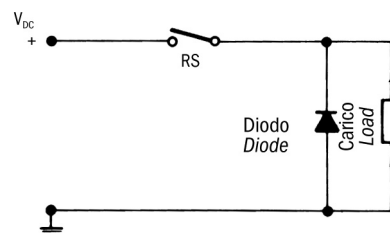
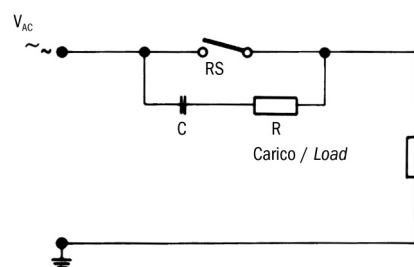

Fig. 1 Protezione con corrente continua per carichi induttivi.
Fig. 2 Protezione con corrente alternata con collegamento RC per carico induttivo.
**1) Carichi induttivi** In presenza di circuiti alimentati con corrente continua, la protezione del contatto è relativamente facile. Si deve collegare in parallelo al carico un diodo semiconduttore come indicato nella fig. 1 (vedi pagina seguente). Le polarità devono essere collegate in modo che il diodo si blocchi con il normale voltaggio di esercizio e sempre in corto circuito nel caso di inversione delle polarità. Quando si commutano dei carichi induttivi alimentati con corrente alternata non si può utilizzare un diodo, bisogna usare un dispositivo di soppressione dell'arco. Di solito si tratta di un collegamento RC parallelo al commutatore e quindi in serie con il carico, come da fig. 2 (vedi pagina seguente). La dimensione del soppressore di arco può essere determinata dal monogramma di fig. 3 (vedi pagina seguente).